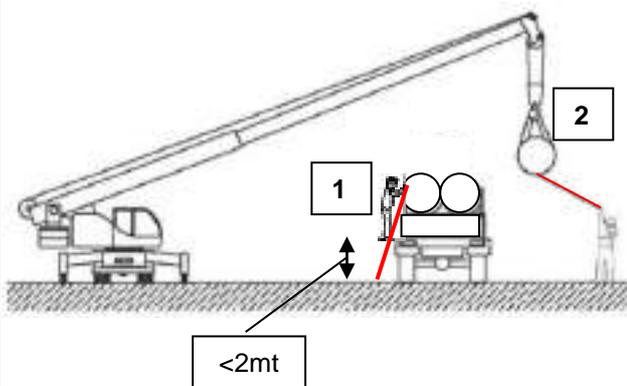

Figura 9
- L'imbracatura degli elementi prefabbricati dovrà avvenire preferibilmente dal basso, senza arrampicarsi MAI sulla sommità del carico, eventualmente servendosi di scala a pioli appoggiata sul pianale del mezzo e sostenuta a piede da altro operatore, ma soltanto fino ad una quota <2mt (Cfr. Figura 9)